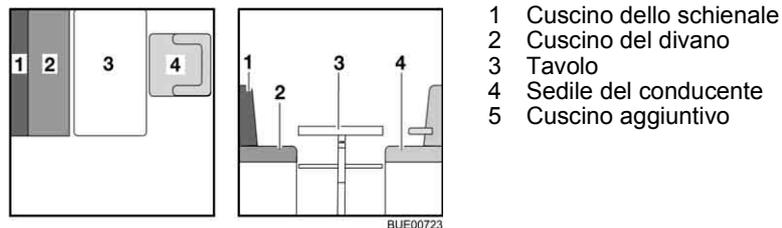

Fig. 91 Prima della trasformazione
- Ruotare il sedile del conducente (Fig. 91,4) e spostarlo completamente in avanti.
- Trasformare il tavolo (Fig. 91,3) in struttura di supporto letto (vedi paragrafo 6.12.1).
- Riporre il cuscino dello schienale (Fig. 91,1).